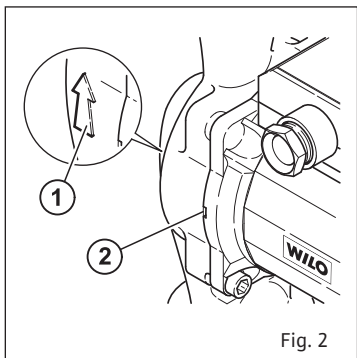

Fig. 2
- La flèche sur le corps de la pompe indique le sens d'écoulement du fluide (Fig. 2, Pos. 1).
ATTENTION! Dans les installations calorifugées, il est nécessaire pour un refroidissement optimal, de ne pas calorifuger les moteurs, seul le corps de pompe sera comme la tuyauterie, calorifugé (Fig. 2, Pos. 2).